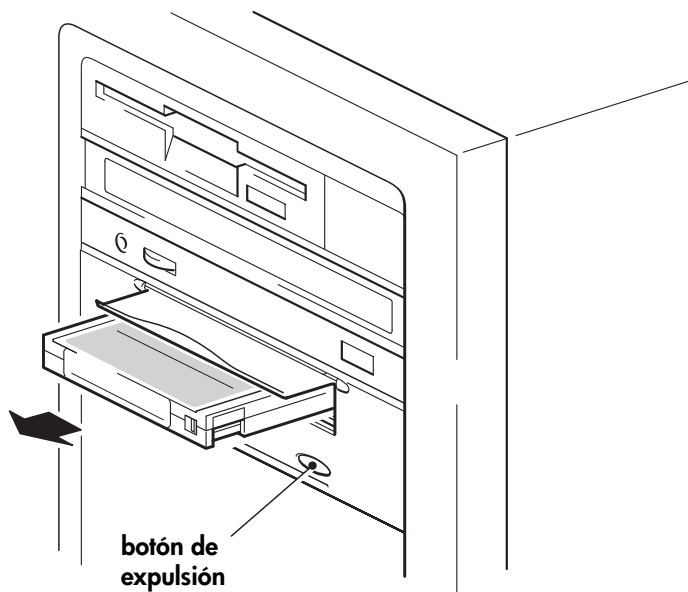

Figura 10b: descarga de un cartucho
- 1 Presione el botón Expulsar del panel frontal. (Véase la figura 10b.)